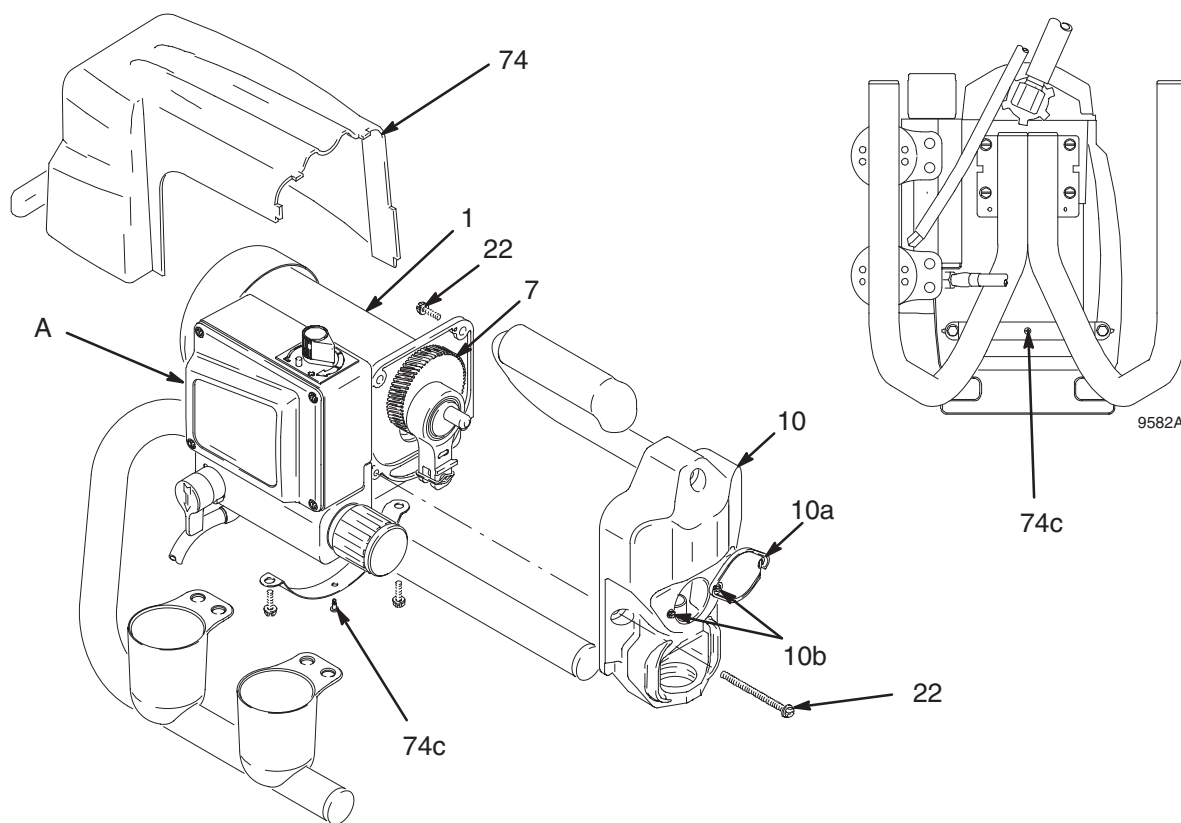

Fig. 10
2. Desmonte la bomba (13); vea **Cambio de la base de bomba**, en la página 19.
3. Fig. 10. Incline hacia arriba el pulverizador. Retire el tornillo (74c) y desmonte el blindaje (74).
4. Retire los dos tornillos delanteros (22).
5. Retire los dos tornillos traseros (22).
6. Saque el alojamiento del impulsor (10) del motor (1).
1. Introduzca el alojamiento del impulsor (10) en el motor (1).
2. Instale los dos tornillos delanteros (22).
3. Instale los dos tornillos traseros (22).
4. Fig. 10. Incline el pulverizador hacia arriba. Instale el blindaje (74) con el tornillo (74c).
5. Instale la bomba (13); vea **Cambio de la base de bomba**, en la página 19.